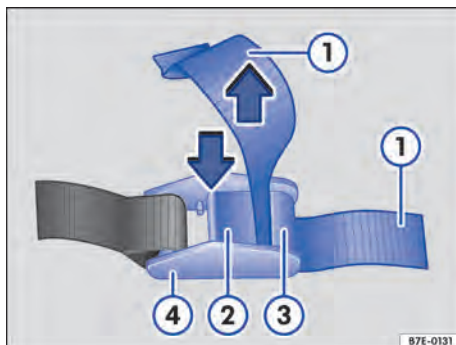

Fig. 139 Apertar o cinto de retenção.
1. Verificar antes de apertar: a alavanca → Fig. 139 ② não pode ficar posicionada na carga, em bordas ou outros objetos salientes.
2. Pressionar e manter pressionada a alavanca → Fig. 139 ② da braçadeira ④.
3. Passar o cinto de retenção → Fig. 139 ① de trás para a frente entre a alavanca ② e o perfil ③.
4. Apertar o cinto de retenção → Fig. 139 ① e soltar a alavanca ②.